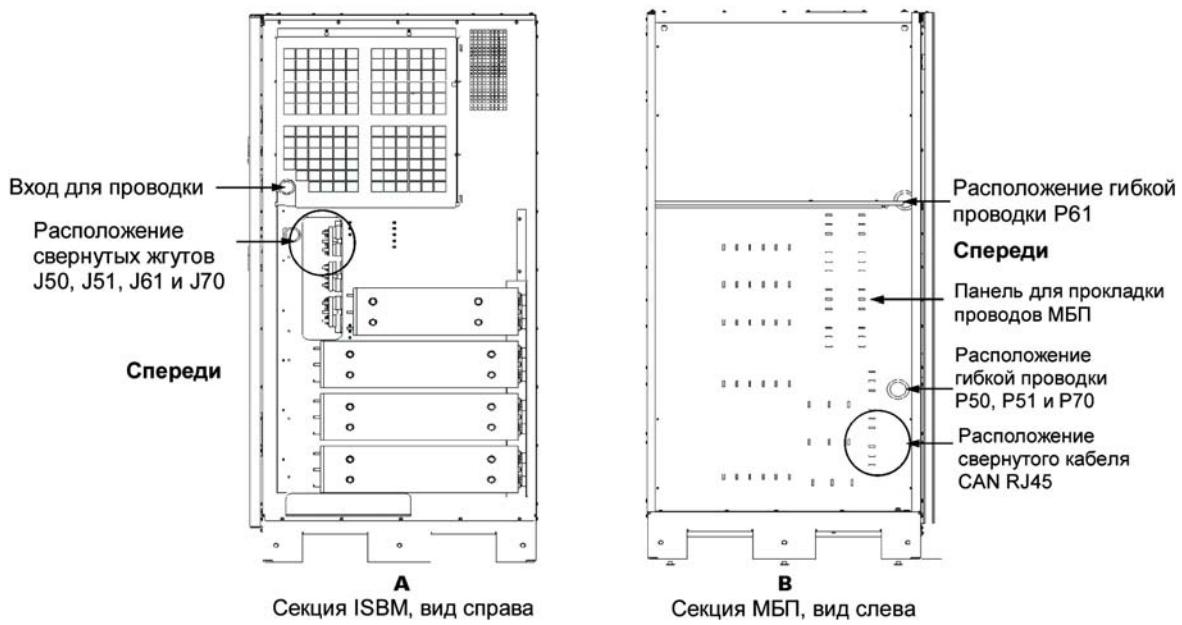

Рис. 4-11. Расположение жгутов межстоечной интерфейсной проводки ИБП
Четыре жгута межстоечной интерфейсной проводки находятся в свернутом виде возле правой панели секции ISBM (см. А на Рис. 4-11).
- В секции ISBM (см. А на Рис. 4-11) найдите длинные свернутые жгуты проводки с разъемами J50, J51, J61 и J70. Снимите стяжки, фиксирующие жгуты, и размотайте их.
- Найдите сочленяющийся разъем P50 в желобе для проводов секции UPM (см. В на Рис. 4-11) и подключите разъем P50 к разъему J50.
- Найдите сочленяющийся разъем P51 в желобе для проводов секции UPM (см. В на Рис. 4-11) и подключите разъем P51 к разъему J51.
- Найдите сочленяющийся разъем P61 в желобе для проводов секции UPM (см. В на Рис. 4-11) и подключите разъем P61 к разъему J61.
- Найдите сочленяющийся разъем P70 в желобе для проводов секции UPM (см. В на Рис. 4-11) и подключите разъем P70 к разъему J70.
Жгуты межстоечной интерфейсной проводки находятся в свернутом виде возле левой панели секции UPM (см. В на Рис. 4-11).
20. В секции UPM (см. В на Рис. 4-11) найдите свернутый кабель RJ45 CAN. Снимите стяжки, фиксирующие жгуты к внутренней стороне левой панели секции UPM. Проведите жгуты через круглое отверстие для проводов в правой панели секции ISBM (см. В на Рис. 4-11).